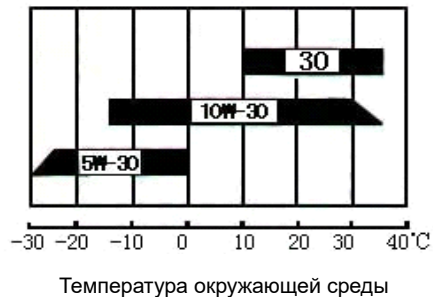

Рис.4
- Используйте Рис. 4 для выбора вязкости моторного масла соответствующего температурным режимам работы.